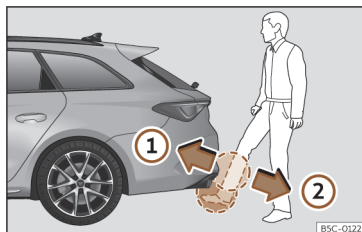

Fig. 78 Portón del maletero con apertura controlada por sensor (Easy Open).
- Con un movimiento rápido, acerque un pie y la parte inferior de la pierna lo más posible al paragolpes. La parte inferior de la pierna tiene que acercarse a la zona del sensor superior, y el pie, a la zona del sensor inferior >>> **fig. 78 ①**.
- Retire rápidamente el pie y la parte inferior de la pierna de las zonas de los sensores >>> **fig. 78 ②**. El portón trasero se abre automáticamente.